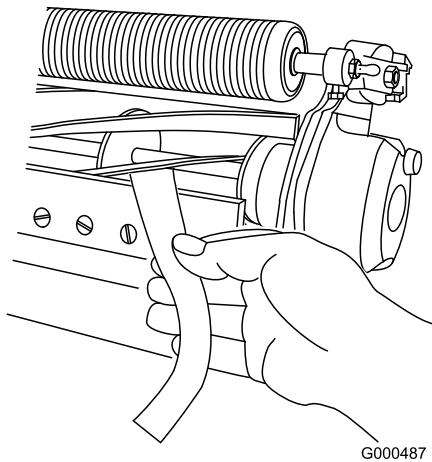

图12
3. 在滚刀与底刀间插入一长条剪切性能纸（Toro 零件号 125-5610）、纸要与底刀垂直、检测剪切性能（图 12）。**缓慢**向前旋转滚刀；滚刀应剪切检测纸。